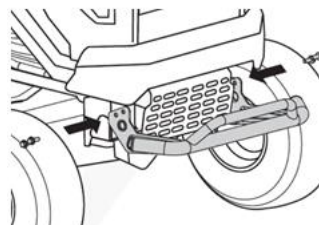

Fig.6
2. Fixați bara de protecție în cele patru șuruburi furnizate (două pe fiecare parte). (Fig.6)